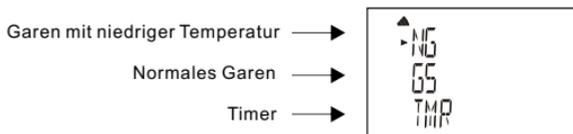

Abb. 1 – Hauptmenü (Deutsch)
- Wählen Sie den Garmodus: Drücken Sie im Hauptmenü (Abb. 1) die Taste ▲ oder ▼ , um den Garmodus zu wählen.
- Wählen Sie das Garen mit niedriger Temperatur aus: Drücken Sie im Hauptmenü (Abb. 1) die Taste ▲ oder ▼ , um das Garen mit niedriger Temperatur zu wählen. NG, Französisch: CBT).
- Wählen Sie das normale Garen: Drücken Sie im Hauptmenü (Abb. 1) die Taste ▲ oder ▼, um das normale Garen zu wählen (Deutsch; GS, Französisch: DC).
- Rufen Sie die Timer-Funktion auf: Drücken Sie im Hauptmenü (Abb. 1) die Taste ▲ oder ▼, um den Timer auszuwählen (TMR). Drücken Sie nun ►, um Ihre Auswahl zu bestätigen und mit dem nächsten Schritt fortzufahren.